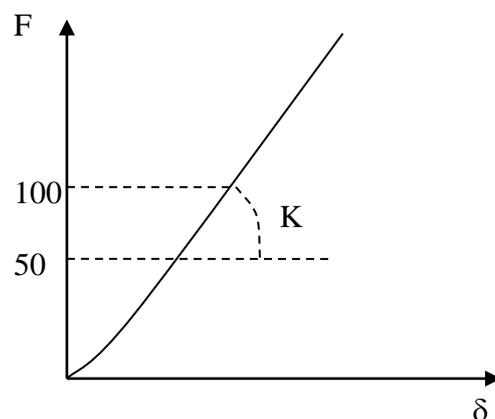

Fig. 2: Curva carico spostamento con rigidità flessionale K
6. Il componente migliore sarà quello con più alto rapporto K/P in cui K è la rigidità flessionale espressa in N/mm e P è il peso del componente espresso in kg. La rigidità K verrà valutata come pendenza della curva carico spostamento (Fig. 2). In caso di curva non lineare verrà fittata una linea di tendenza fra i carichi di 50 N e 100 N.